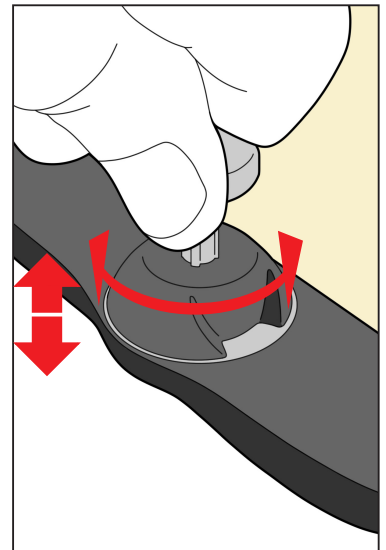

Abb. 7
1. Drehen Sie jeden Arretierstift an der Vorderseite der thermoplastischen Maske auf die gewünschte Höhe der jeweiligen Unterlage; es wird eine Höhe von 2 mm empfohlen (die Markierungen haben einen Abstand von 0,5 mm) (Abb. 7).